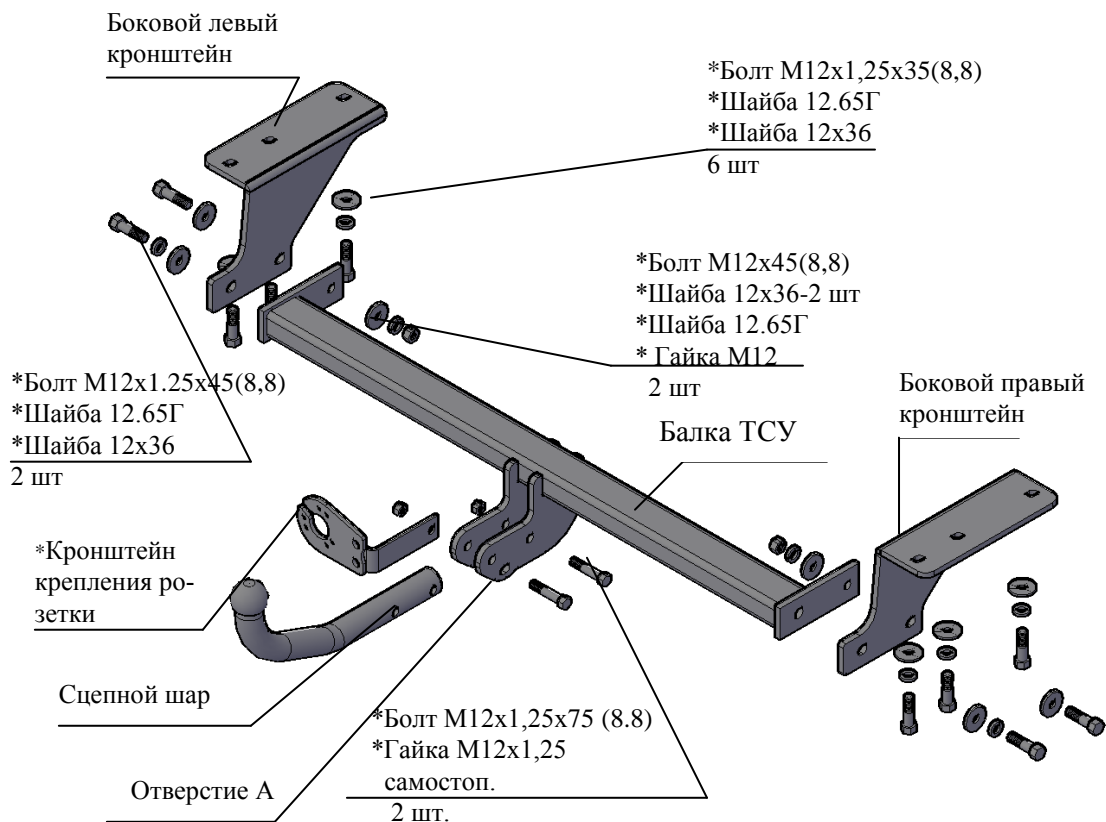

Рис.1 Тягово-сцепное устройство 7712.
2.1 ТСУ 7712 в сборе (рис.1)	1 шт.
2.2 Пакет с комплектующими (см. рис.1)	1 шт.